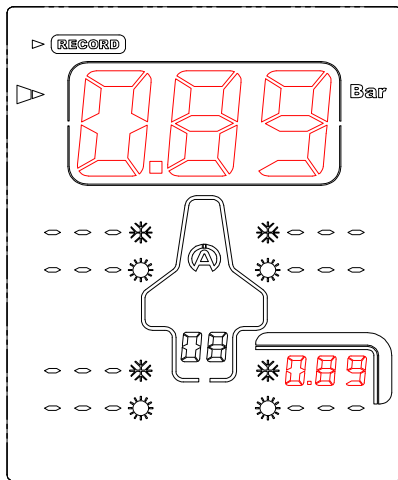

Abbildung 3
- 3) Setzen Sie die Spitze des Tyrecontrol auf das Reifenventil (Abbildung 3).